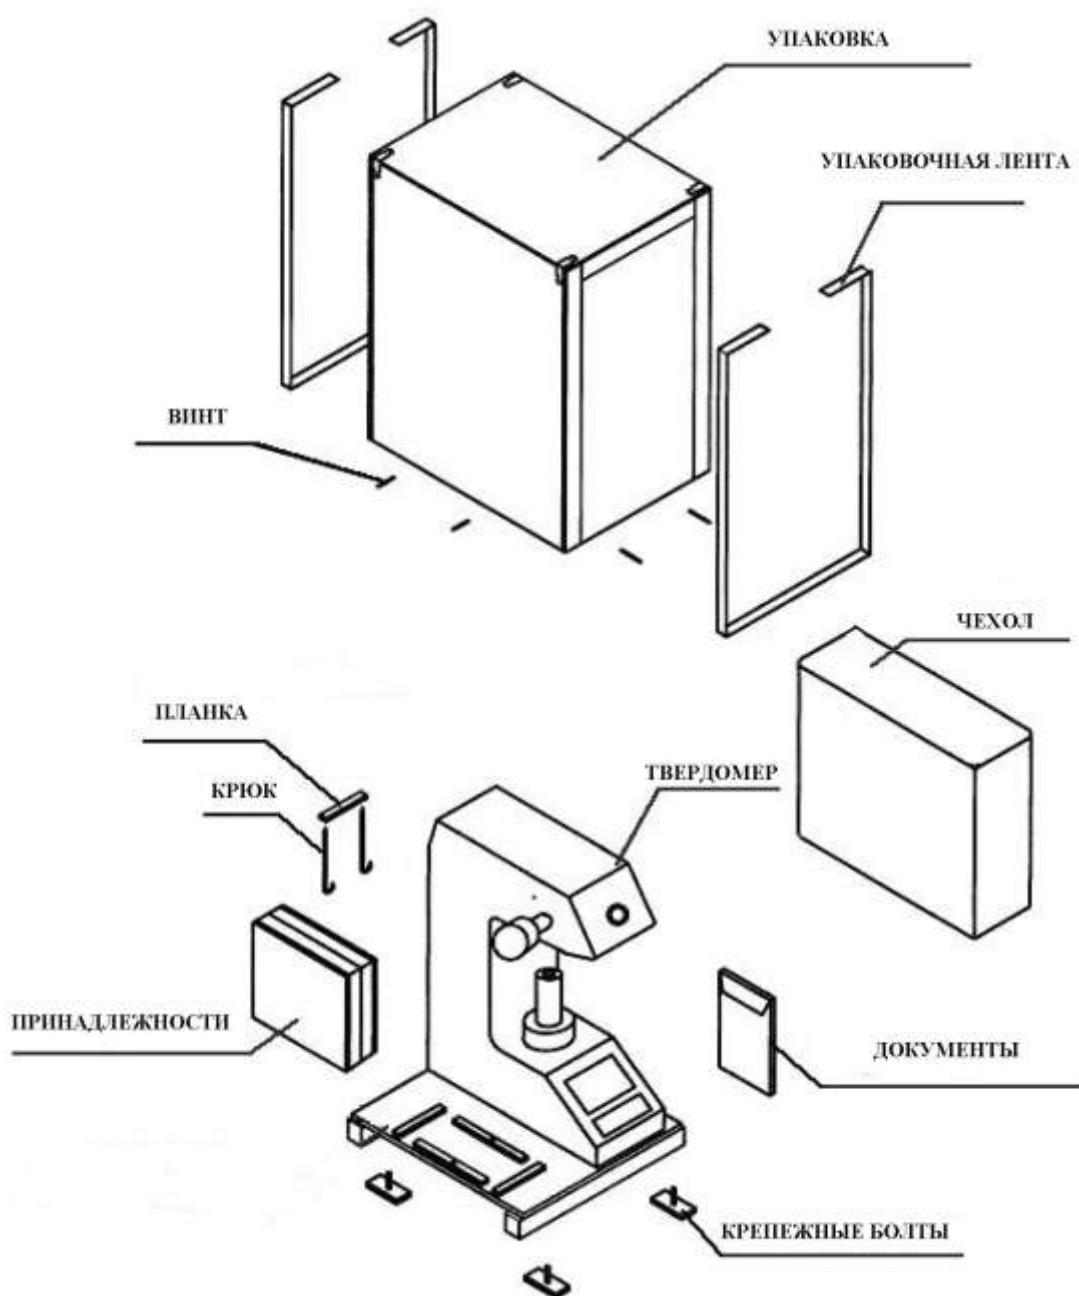

Рис. 5
1) Разрезать упаковочные ленты ножницами, как показано на рис.5.